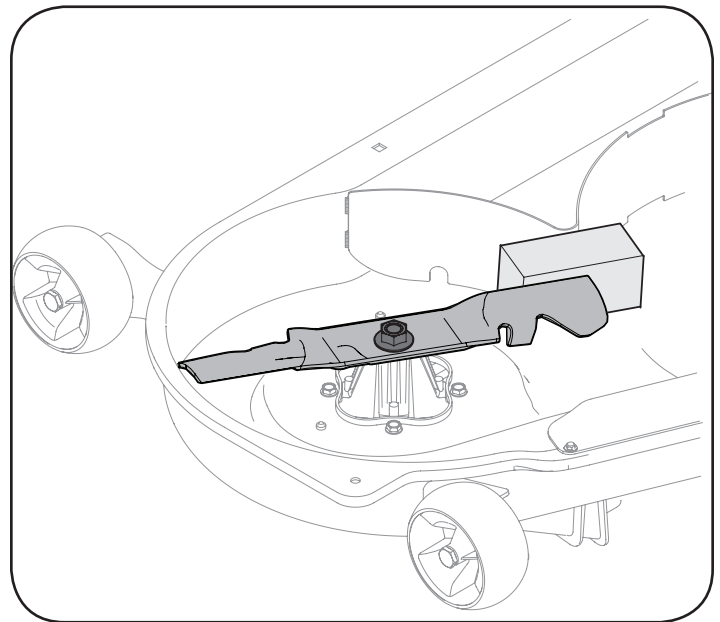

Figura 2
2. Estabilice una de las cuchillas de corte con una herramienta de bloqueo de cuchillas o un bloque de madera. Consulte la Figura 2.